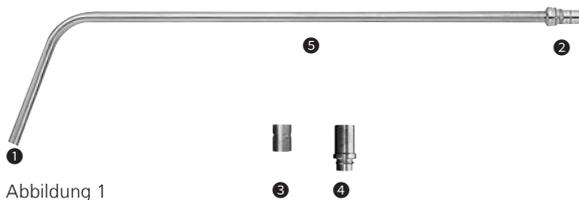

Abbildung 1
- ❸ Adapter für Wolf
- ❹ Adapter für Storz
- ❺ Fixierungsbereich für Synframe-Klemme (387.347) und Halter für Optiken (387.365)
Der SynFrame-Klemmenhalter für Halterringe (387.347) und Halter für Optiken (387.365), der zum Anschluss des Lichtleitstabs an den SynFrame-Haltering (387.336) und den SynFrame-Halbring (387.337) verwendet wird, kann am SynFrame-Lichtleitstab über die gesamte Schaftlänge des Lichtleitstabs befestigt werden (siehe Abbildung 1, ❺).
- Schmutz auf den optischen Flächen (siehe Abbildung 1, ❶ und ❷) mit in Alkohol (70 % Ethanol) getränktem Wattebausch oder einem neutralen Reiniger entfernen.
- Schmutz auf den optischen Flächen (siehe Abbildung 1, ❶ und ❷) mit einem in Alkohol (70%iges Ethanol) getränktem Wattebausch oder einem neutralen Reinigungsmittel entfernen.
Vor der Sterilisation muss gewährleistet werden, dass der SynFrame-Lichtleitstab und besonders die optischen Flächen (siehe Abbildung 1, ❶ und ❷) sauber sind und dass die Prüfung des SynFrame-Lichtleitstabs keine Befunde ergibt, welche die Verwendung einschränken können.
– schmutzige Glasfaser	– Glasfaseroberflächen reinigen (Abbildung 1, ❶ und ❷). Den SynFrame-Lichtleitstab bei Bedarf für Servicearbeiten einsenden